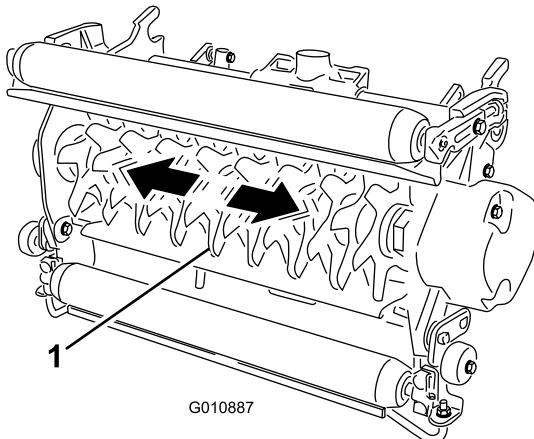

Figura 16
1. Tenete fermo l'albero del cilindro e provate a spostare il gruppo cilindro da un lato all'altro (Figura 16).